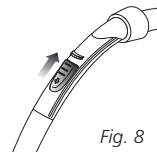

Fig. 8
- d Maintenir le contrôle d'aspiration manuelle fermé pour une aspiration maximale. (Fig. 8)